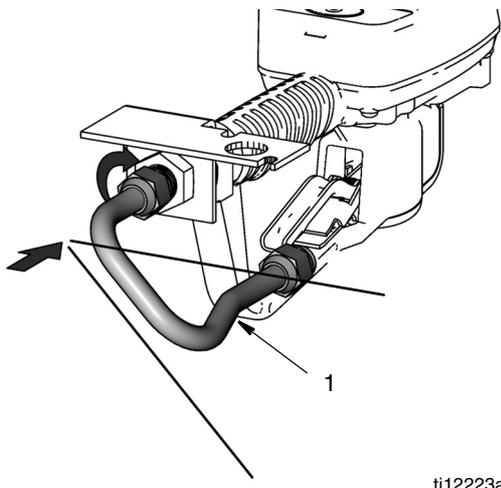

FIG. 10
- Installez le tube d'entrée du fluide (1) à un angle de 45° avec le compteur, comme illustré dans la FIG. 10.